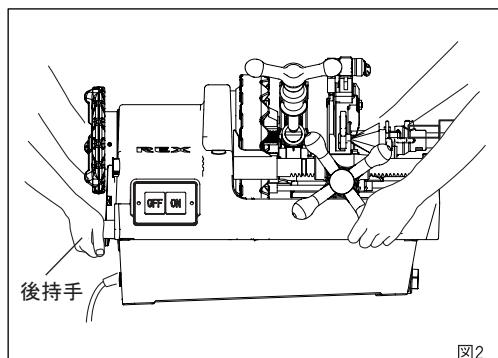

図2
1. マシンの運搬 (図2)
① NS50AⅢ (自動切上ダイヘッド) の場合